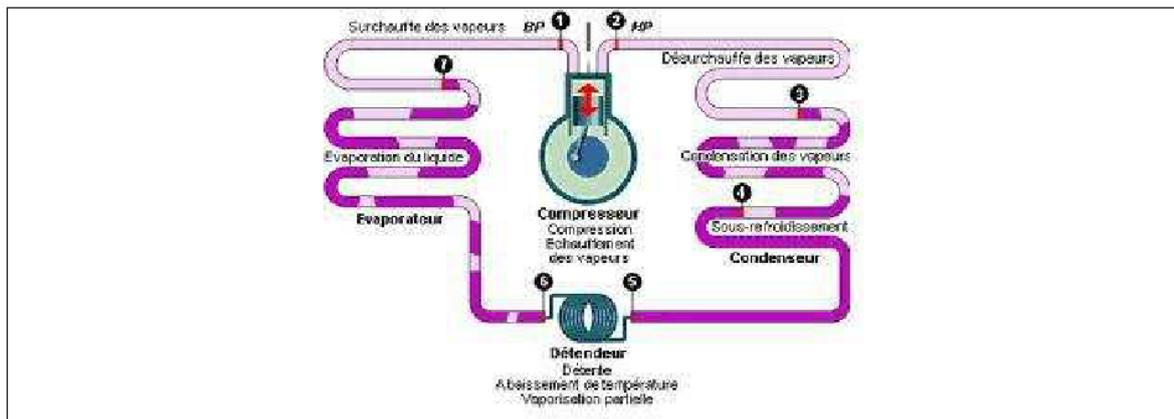

Figure 7.0 : Schéma de la machine frigorifique de base.
Suivant le schéma de la machine frigorifique de la figure 7.0, le fluide frigorigène (FF) circulant dans le circuit frigorifique suit les évolutions suivantes :